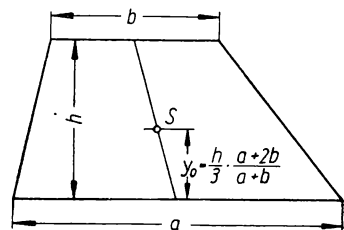

Bild 77
**Lösung:** Der Schwerpunkt  $S$  liegt auf der Verbindungslinie der Mitten der beiden parallelen Seiten (Bild 77), und zwar im rechtwinkligen Abstände